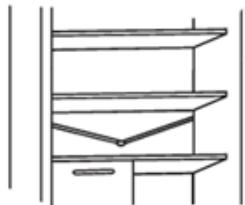

Fig. 19
- Hold avløpsslangen (fig. 19) ren i kjøleskapsseksjonen for å holde den fri for vann.